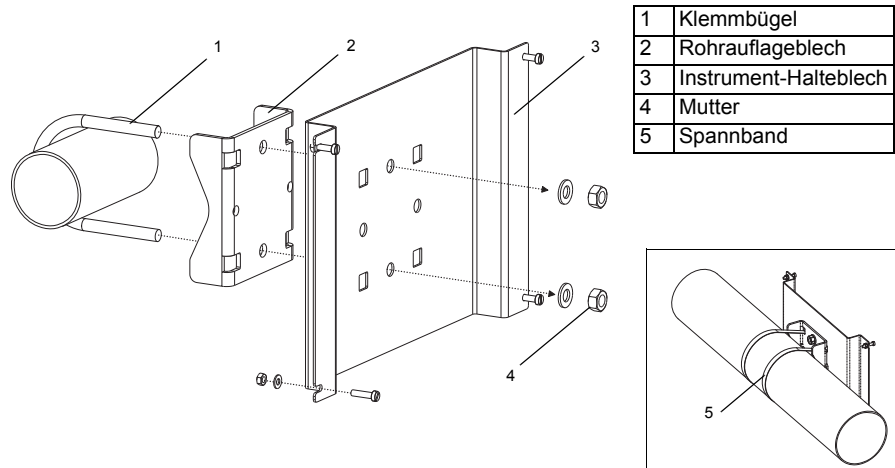

Abb. 5.3: Rohrmontagesatz
- Befestigen Sie das Rohrauflegeblech (2) am Rohr (siehe Abb. 5.3).
- Befestigen Sie das Instrument-Halteblech (3) mit den Muttern (4) am Rohrauflegeblech (2).
- Befestigen Sie die Unterseite des Gehäuses am Instrument-Halteblech (3).
Der Rohrmontagesatz wird anstelle des Klemmbügels mit Spannbändern (5) am Rohr befestigt (siehe Abb. 5.3).
- Schieben Sie die Spannbänder (5) durch die Löcher des Instrument-Halteblechs (3).